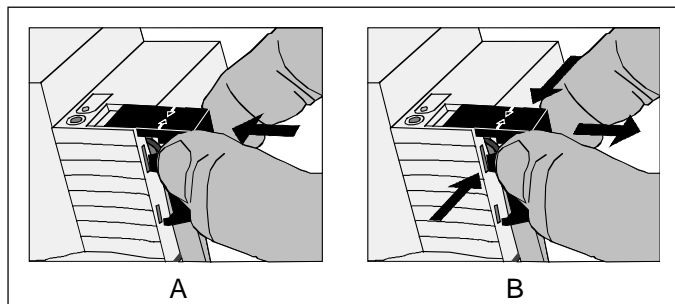

Fig. 2: Mettre en place/enlever le capuchon
- Mettre en place le capuchon: glisser le capuchon sur la borne de bus (voir Fig. 2-A) jusqu'à ce qu'il se verrouille de manière perceptible.
- Enlever le capuchon: on enlève le capuchon en le poussant légèrement latéralement et en le tirant vers l'avant (voir Fig. 2-B).